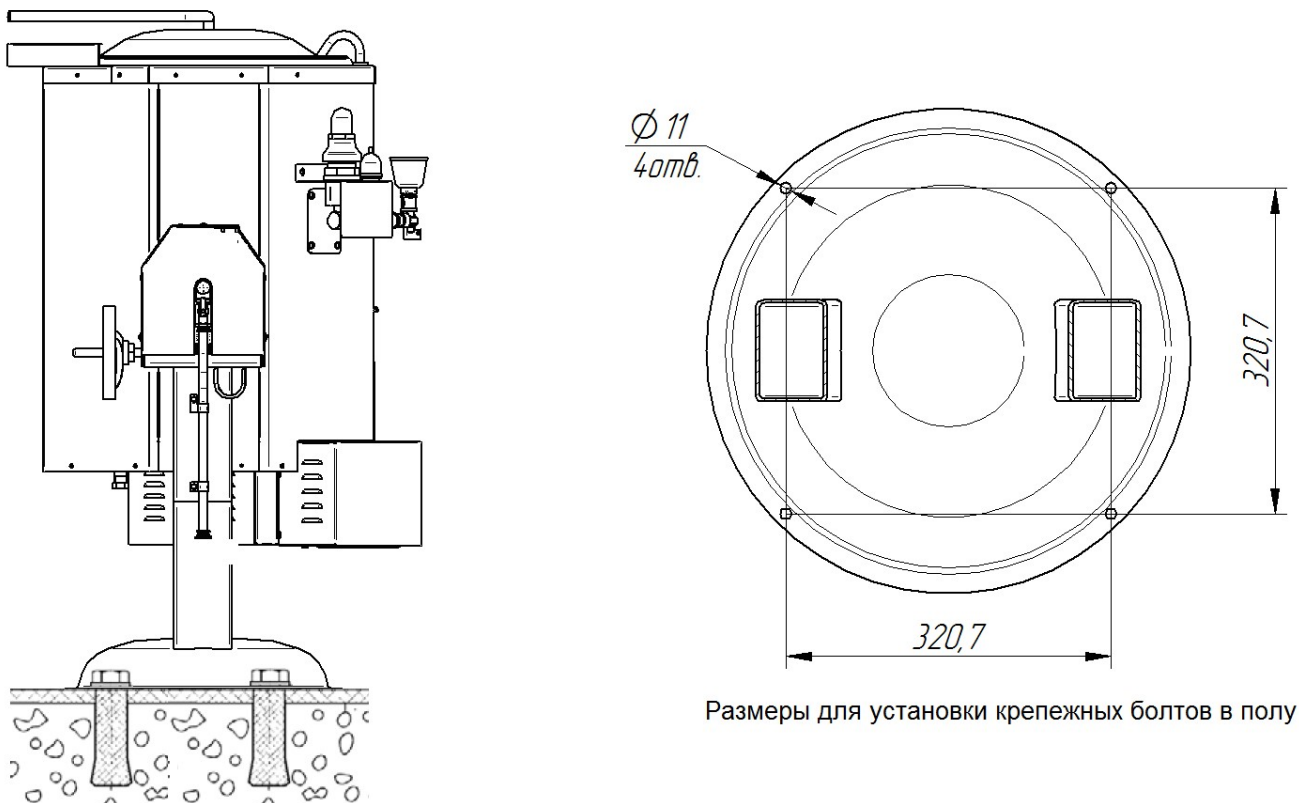

Рис. 3. Установка котла (КПЭМ-100 и КПЭМ-160) к полу
**Только для котлов КПЭМ-(60...160)-ОМР и КПЭМ-(60...160)-ОМР-К без транспортировочных колес.** На полу, где планируется установить котел, руководствуясь рисунком 3 разметить место для установки крепежа. Просверлить отверстие под крепеж для фиксации котла (см. рис. 3). При установке котла на бетонный пол рекомендуется использовать анкерные болты М10х100. Установить крепеж в пол. Установить котел на предусмотренное место и зафиксировать основание.